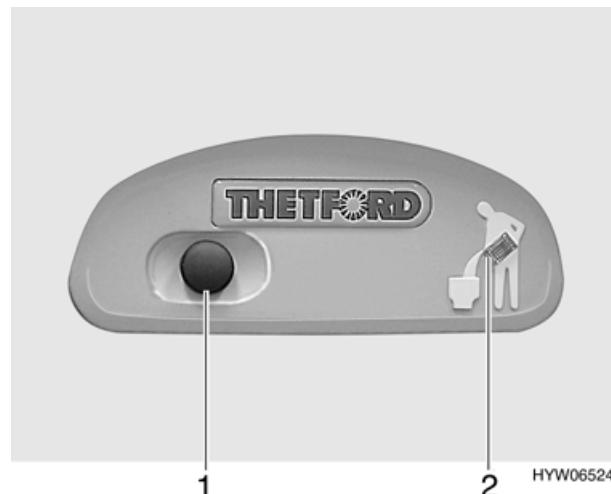

Bild 98 Spülknopf/Kontroll-Leuchte Thetford-Kassette
- Zum Spülen den blauen Spülknopf (Bild 98,1) drücken.
Die Kontroll-Leuchte (Bild 98,2) leuchtet, wenn die Thetford-Kassette entleert werden muss.